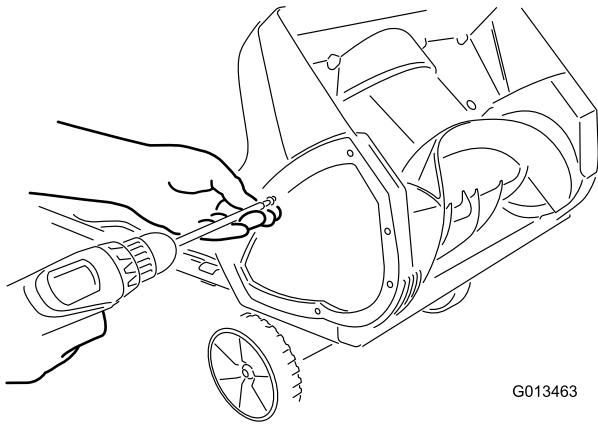

Figure 15
1. Retirez les vis qui fixent la plaque latérale droite au cadre de la machine (Figure 15).